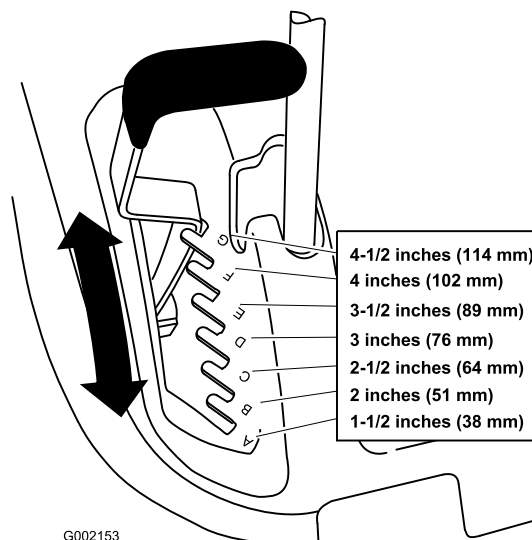

Figura 14
1. Levante la palanca de ajuste de la altura de corte a la posición de transporte (que es también la posición de altura de corte de 114 mm) (Figura 14).
2. Para ajustar, tire de la palanca de ajuste de la altura de corte y colóquela en la posición deseada (Figura 14).